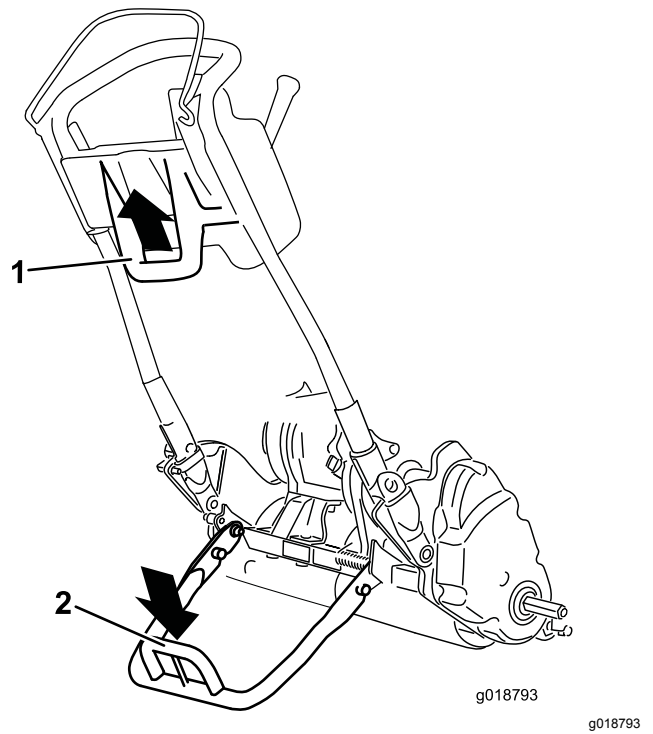

Bild 28
- Wenn Sie den Ständer zur Montage der Transporträder verwenden, senken Sie ihn auf den Boden ab, treten auf die Ständerschleife und ziehen den unteren, mittleren Holm gleichzeitig nach oben und hinten (Bild 28).